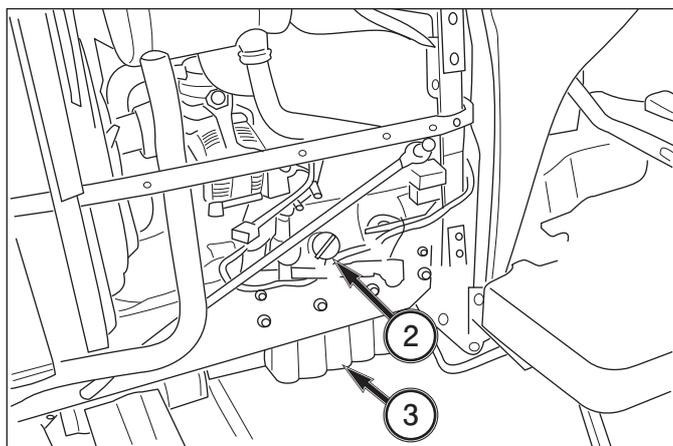

FIG. 6-6
**FIG. 6-6:** Pour faire la vidange d'huile du moteur – Utilisez le tracteur jusqu'à ce que l'huile soit suffisamment chaude. Retirez le bouchon de vidange, 3, du moteur et laissez s'écouler toute l'huile.